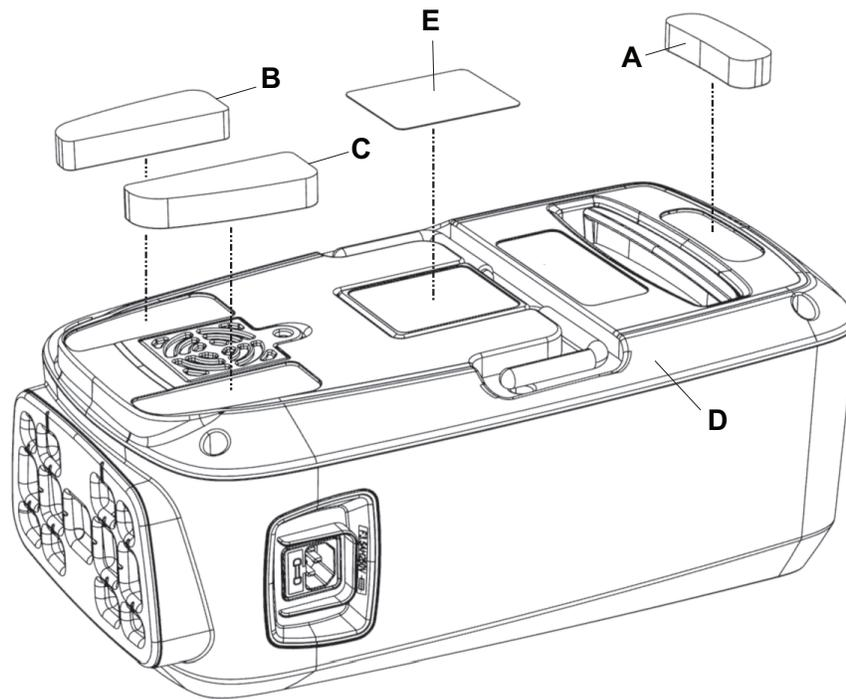

Figure 5 – Pare-chocs
3. À l'aide d'un petit tournevis à fente, frotter sous chaque pare-chocs pour le retirer. Commencer par le coin de chaque pare-chocs pour retirer le pare-chocs supérieur (A), le pare-chocs inférieur gauche (B) et le pare-chocs inférieur droit (C) du capot arrière (D) (Figure 5). Jeter le pare-chocs.